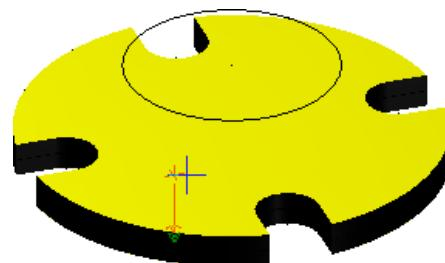

图 6-82 指定修剪曲面
- 05 根据系统提示“指出保留的区域-选取曲面去修剪”，选择两端的曲面进行修剪，系统将在修剪曲面上显示一个红色的箭头，如图 6-82 所示。